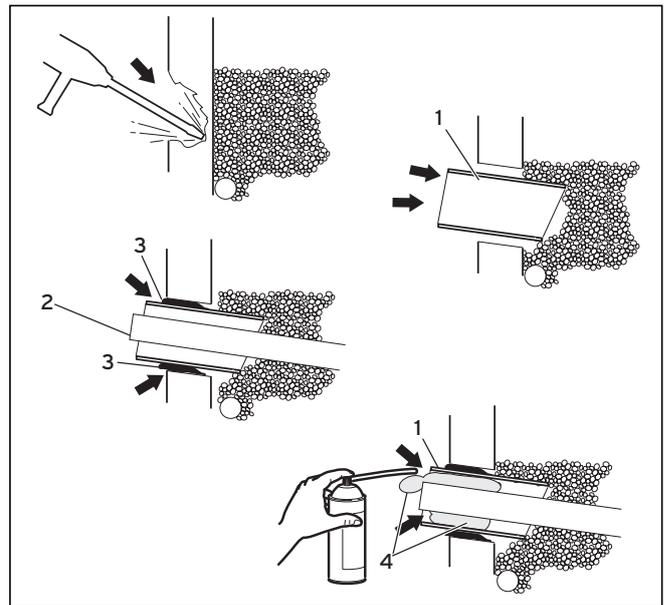

Abb. 3.1 Vorbereitende Arbeiten im Aufstellungsraum
- Verlegen Sie die Futterrohre (1) mit einem Gefälle von mindestens 1 cm auf 30 cm nach außen und schneiden Sie sie schräg ab (siehe Abbildung 3.1), um ein Eindringen von Regenwasser zu vermeiden.
- Führen Sie die Kälte-träger-leitungen (2) von außen in den Aufstellungsraum.
- Verfüllen Sie die Kernbohrungen mit Mörtel (3).
- Verlegen Sie die Kälte-träger-rohre (2) zentrisch in den Futterrohren (1), um eine allseitige Wärmedämmung zu ermöglichen.
- Dichten Sie die Futterrohre (1) wie gezeigt mit Bauschaum (4) ab.